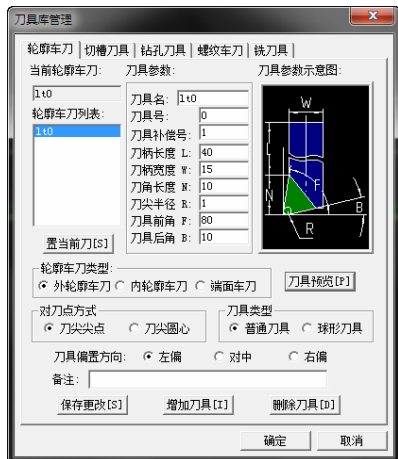

图 3-8 “轮廓车刀”选项卡
单击“轮廓车刀”选项卡，可设置刀具参数，如图3-8所示。
- **【刀具名】**: 刀具的名称, 用于刀具标识和列表。图 3-8 “轮廓车刀”选项卡